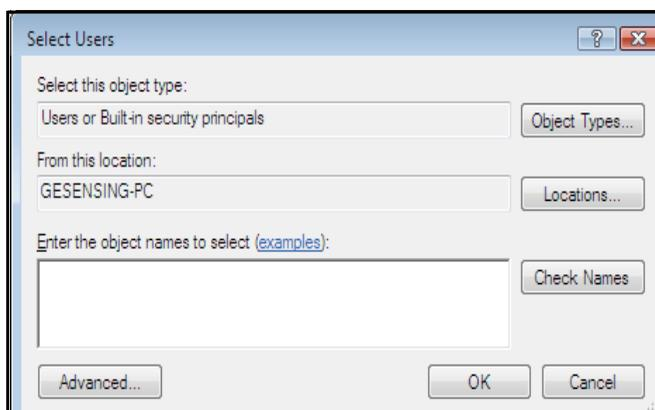

图 106: 选择的用户窗口
5. 选择的用户窗口界面打开 (如下图 106 所示). 点击 **Advanced** 按钮.